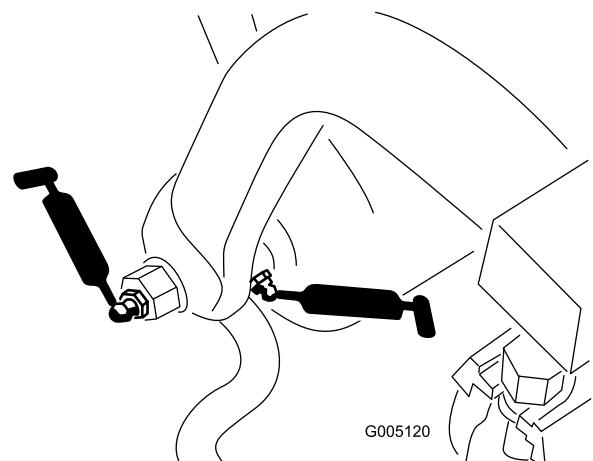

図 27
- ・ プル・フレームのシャフトとローラ : 12 か所 (図 27)